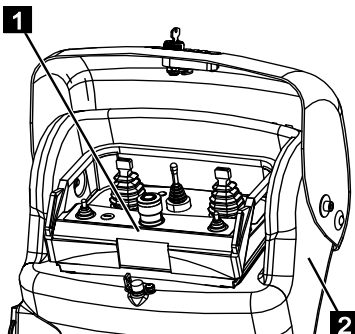

Fig. 91
1. Insérer la commande (Fig.91/1) dans le pupitre de commande (Fig.91/2).